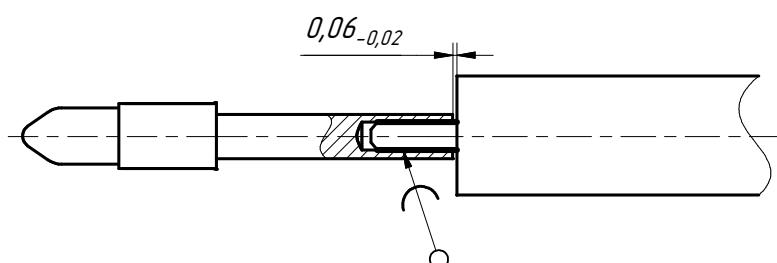

Рис. 23. Пайка штыря на жилу кабеля
- 1) Выполните пайку штыря на жилу кабеля (рисунок 23). Для того, чтобы обеспечить хорошие параметры кабельной сборки, необходимо точно выдержать размер 0,06-0,02 мм;